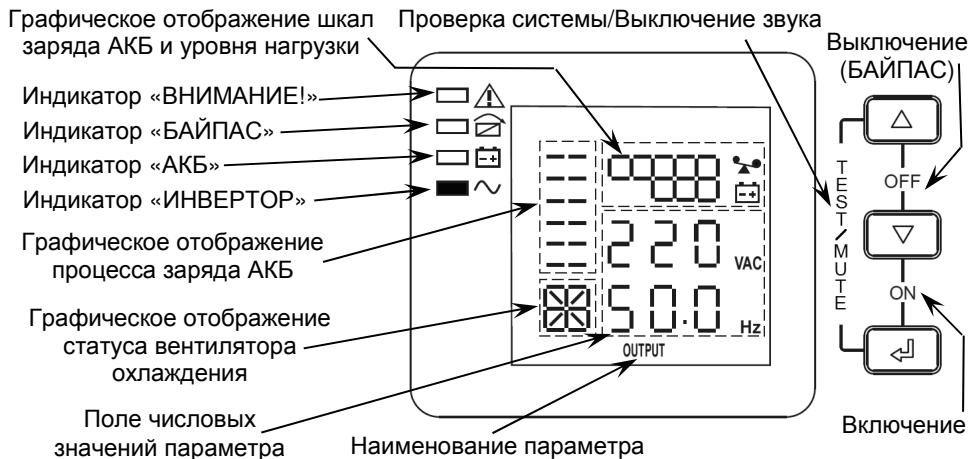

Рисунок 3 – ЖК-дисплей на передней панели (отображены выходные параметры изделия (OUTPUT)).
На ЖК-дисплее отображаются значения основных параметров изделия (см. рисунок 3).
- При наличии напряжения питающей сети в пределах допустимого диапазона (см. п. 1...п. 3 таблицы 1) изделие питает нагрузки и осуществляет заряд АКБ. На ЖК-дисплее отображается величина выходного напряжения и значение его частоты (см. рисунок 3).